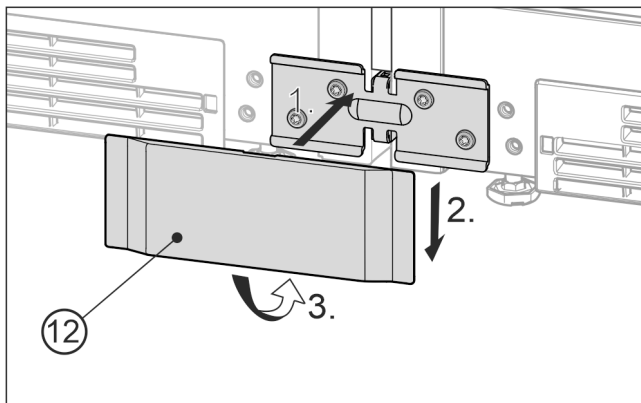

Fig. 25 Representación a modo de ejemplo
- ▶ Coloque la cubierta Fig. 25 (12) inferior por delante sobre la escuadra Fig. 25 (1), deslícela hacia abajo Fig. 25 (2) y encájela en la parte inferior Fig. 25 (3).